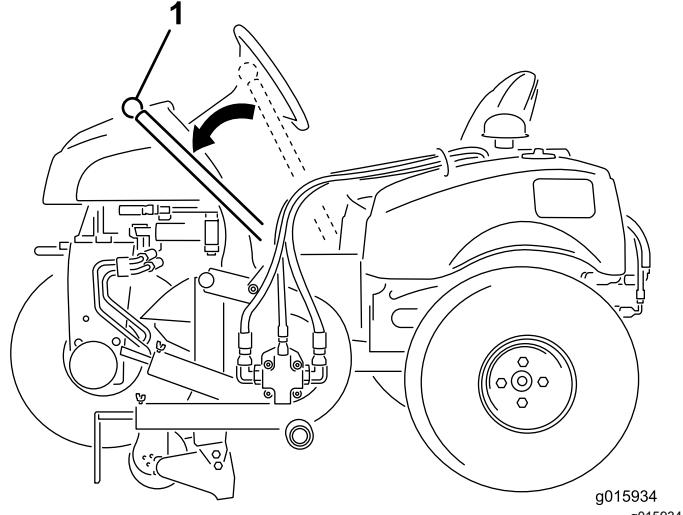

図 10
このハンドルでエッジャーの上げ下げを行います図 10。
2. ハンドルを外側に倒してエッジャーのブレードを地表面まで下降させる図 10。
- ハンドルを外側に倒してエッジャーのブレードを移動走行位置に上昇させる図 10。